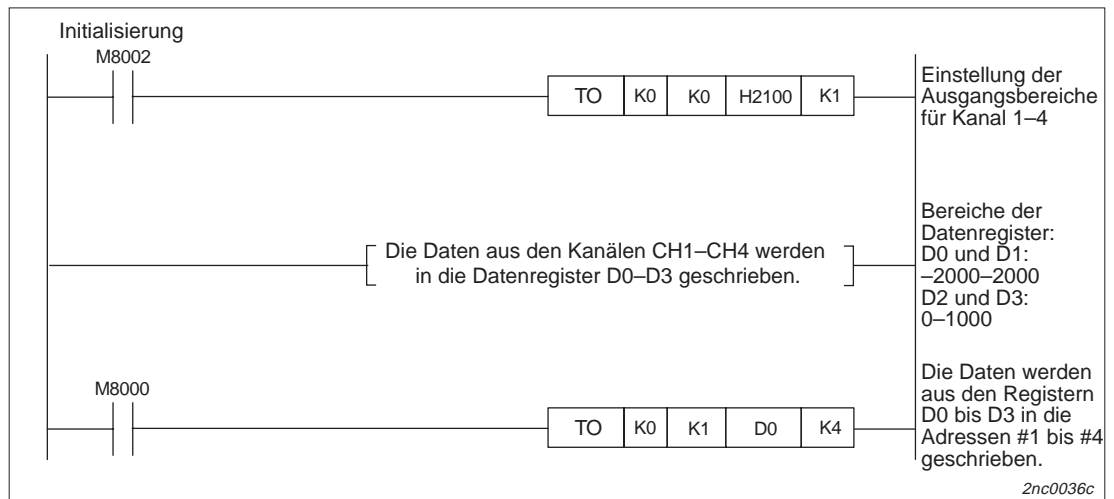

Abb. 5-1: Beispielprogramm bei Verwendung der werkseitigen E/A-Charakteristik
- ① Schalten Sie die Spannungsversorgung der SPS aus, bevor Sie das FX2NC-4DA-Modul anschließen.
- ② Schalten Sie die SPS in den STOP-Modus und schalten Sie dann die Spannungsversorgung wieder ein. Übertragen Sie das Programm aus Abb. 5-1 in die SPS-CPU und schalten Sie anschließend die SPS in den RUN-Modus.
- ③ Die analogen Werte aus D0–D3 werden in die entsprechenden Pufferspeicheradressen Bfm #1–#4 übertragen. Wenn die SPS im STOP-Modus ist, werden die analogen Werte ausgegeben bevor die SPS stoppt. In abhängigkeit der Bit-Einstellung der Pufferspeicheradresse #5 werden die Ausgangswerte gehalten oder auf den Offset-Wert zurückgesetzt.